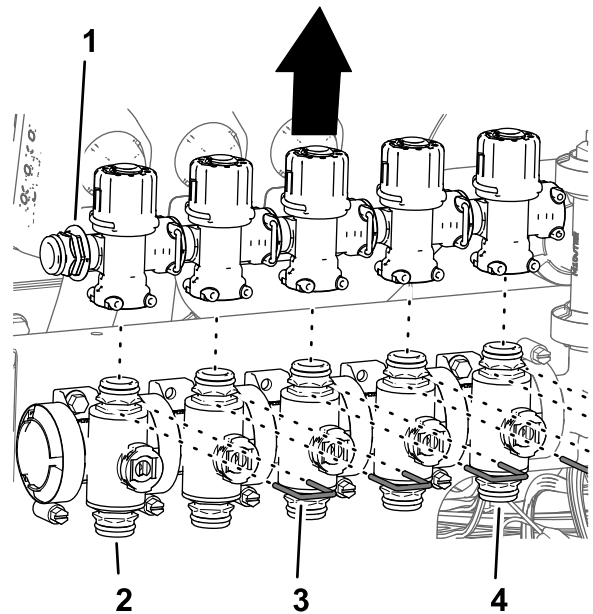

Bild 99
- Entfernen Sie die Halter, mit denen die Sicherheitsventile an den Düsenventilen 1 bis 7 befestigt sind (Bild 99).
- Nehmen Sie die Sicherheitsventile von den Düsenventilen 1 bis 5 ab (Bild 99).